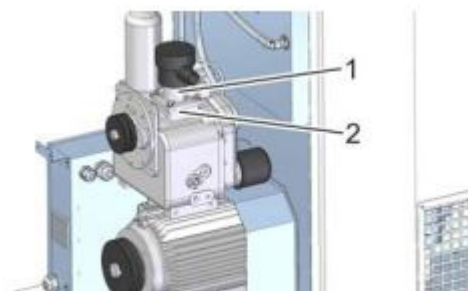

Рис. 29: Демонтировать регулятор всасывания
1. ➔ Отвинтить крепежные винты регулятора всасывания (Рис. 29/1).
3. Залить охлаждающую жидкость в ступень компрессора (Рис. 29/2).
5. Зафиксировать крепежные винты регулятора всасывания (Рис. 29/1).